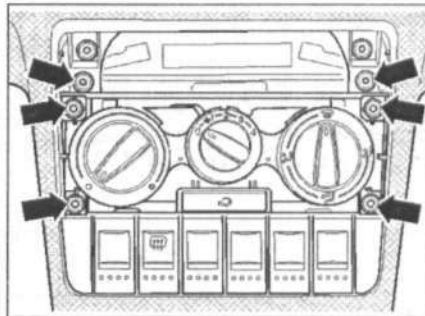

Рис. 12.53. Открутите винты (стрелки).
3. Открутите винты (стрелки) (рис. 12.53).